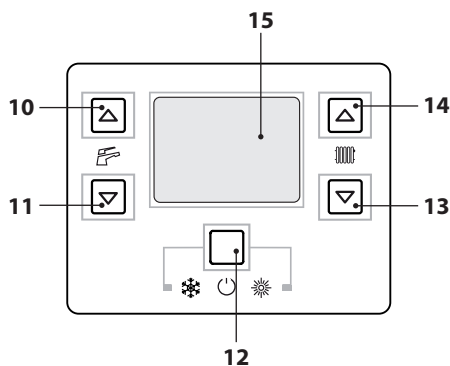
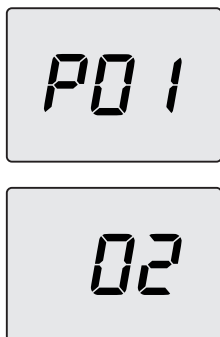
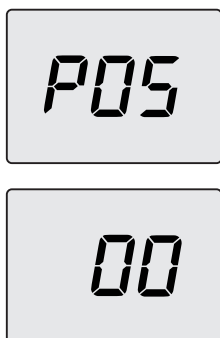

Figura 8.2
Figura 8.3
Figura 8.4
- Entrare in "modalità programmazione" premendo contemporaneamente per 10 secondi i tasti 12-13-14 (Figura 8.2) fino a far apparire sul display LCD le lettere **P01** che si alternano con il valore del parametro, indicando l'entrata nel "parametro 01" (Figura 8.3).
- Scorrere i vari parametri utilizzando i tasti 13 o 14 fino a far apparire sul display LCD le lettere **P05** che si alternano con il valore del parametro, indicanti l'entrata nel "parametro 05" (Figura 8.4).
- Premendo il tasto 12 (Figura 8.2) si ottiene la conferma del valore inserito.
- Premendo contemporaneamente i tasti 12 e 13 (Figura 8.2) si esce senza modificare il valore (ritorno alla lista parametri Figura 8.4)
- Premendo contemporaneamente per 10 secondi i tasti 12-13-14 (Figura 8.2) si esce dalla "modalità programmazione".